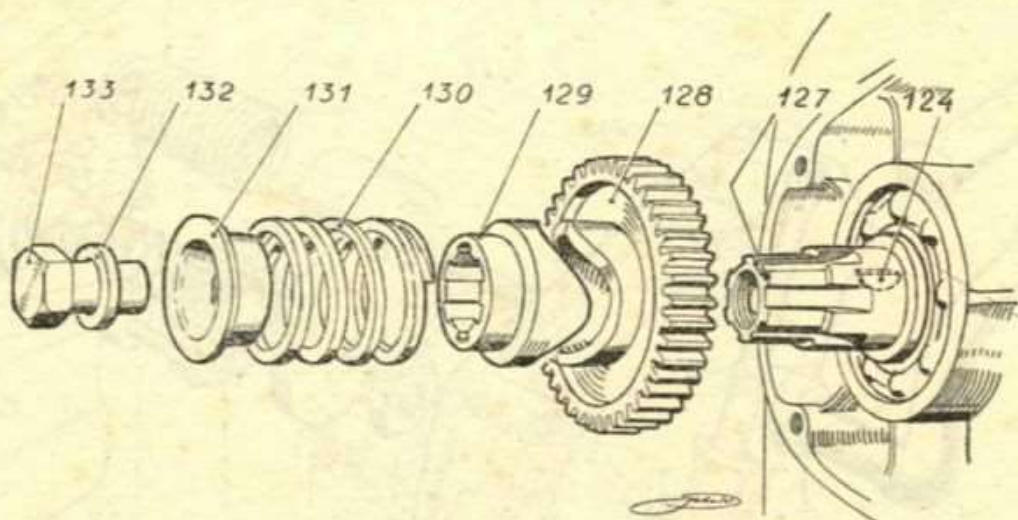

Fig. 10 - Smontaggio del parastrappi sull'asse motore
11) Smontaggio del mozzo parastrappi (fig. 10).